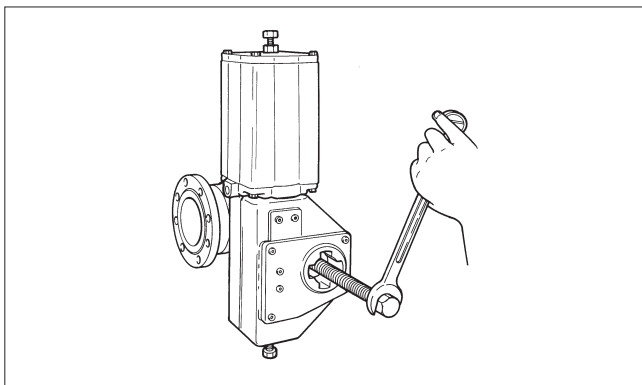

Fig. 41 Afmontering af en B-serie aktuator
- Afmonter aktuatoren med en egnet udtrækker, se fig. 41. Værktøjet kan bestilles hos producenten.